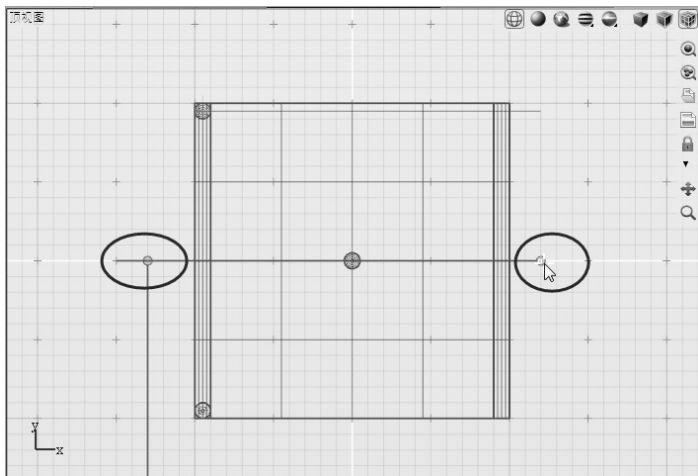

图 5-13 基于 X 轴镜像关联复制柱体
- 2) 激活“镜像”工具，当控制台提示“拾取要镜像的对象”时，选择前面创建的关联复制柱体（关联复制#1），随后选取 X 轴上的两点，将 X 轴作为镜像轴，如图 5-13 所示。